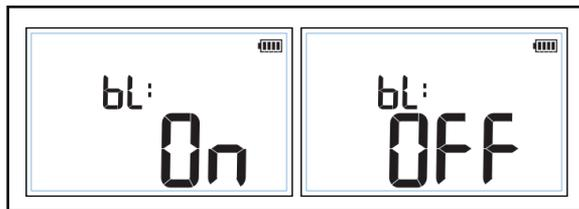

Figura 4. Ajuste de retroiluminación
1. Pulse **SETUP** hasta que aparezca **bl:** en la pantalla. Consulte la Figura 4.